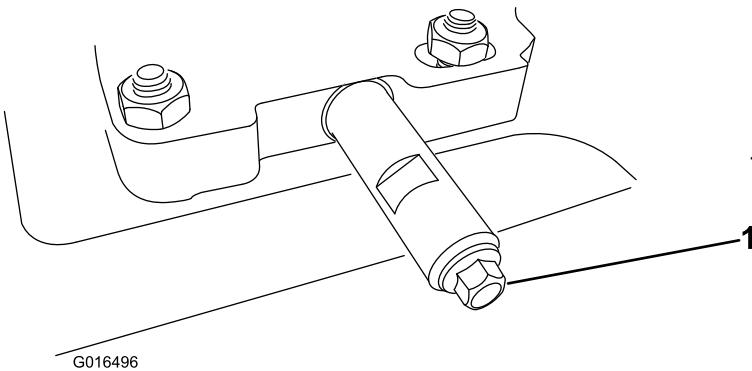

Bild 31
- Reinigen Sie den Bereich um die Ölablassschraube (Bild 31).